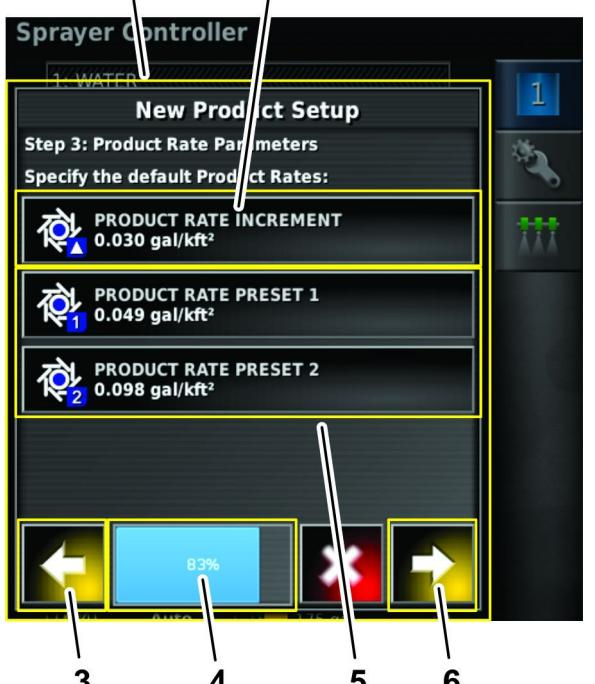

Bild 32
- Stellen Sie eine Dosierung ein, indem Sie die voreingestellten Dosierungen 1 und 2 durch Tippen auf das PRODUCT RATE INCREMENT-Symbol erhöhen oder verringern (Bild 32).
- Tippen Sie auf das PRODUCT RATE PRESET 2- oder PRODUCT RATE PRESET 1-Symbol, um die voreingestellten Dosierungen wie folgt einzustellen: (Bild 32).